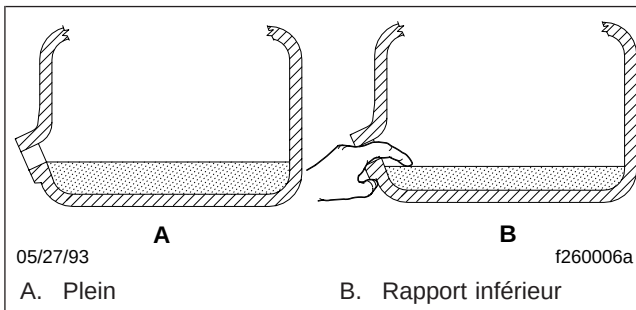

Fig. 1, Vérification du niveau du liquide de la transmission
- 4.3 Appliquez une couche légère de liquide de la transmission sur la bague ronde d'étanchéité du nouveau filtre. Voir la figure 1. Remplissez le filtre du liquide de transmission spécifié et remplacez le filtre sur le support.
- Rajoutez du liquide jusqu'au bord inférieur de l'orifice de remplissage. Voir la **figure 1**. Si la boîte de vitesses dispose de deux orifices de remplissage, ajoutez du liquide jusqu'au niveau des deux orifices. Voir le **tableau 1** pour les lubrifiants de transmission approuvés. Voir le **tableau 2** pour les capacités de lubrifiant de transmission.